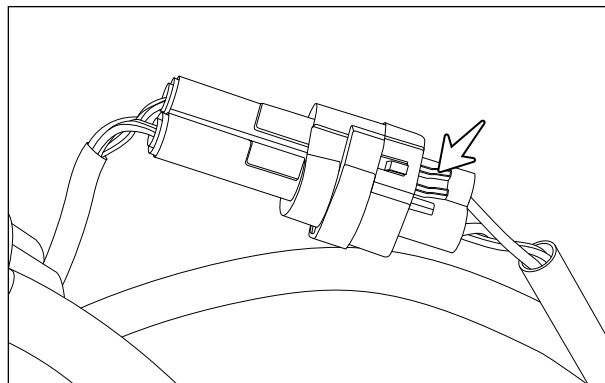

Fig. 5.5
- Ao desconectar o conector da ECU, do injetor de combustível, do sensor de O₂, o conector do TPS, o conector do IACV, da fiação de alimentação da partida e o conector das sinaleiras, pressione a trava na extremidade traseira (seta) do conector e desconecte-o, puxando com cuidado. (Fig.5.5)